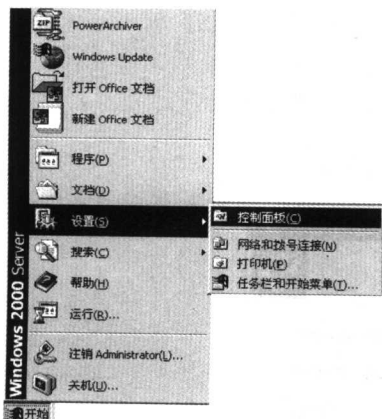
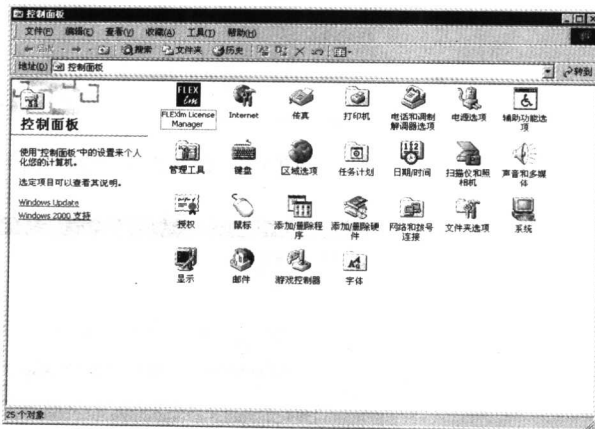
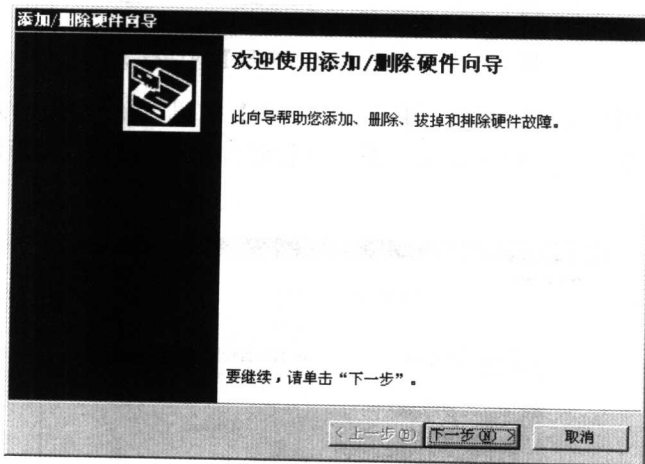

图 1.1 选择控制面板选项
图 1.2 控制面板窗口
图 1.3 【添加/删除硬件向导】对话框 1
- (1) 选择【开始】|【设置】|【控制面板】命令，如图 1.1 所示，弹出【控制面板】窗口，如图 1.2 所示。在该窗口中可以进行硬件的添加/删除、系统的设置等工作。
- (2) 在图 1.2 中双击【添加/删除硬件】图标，弹出如图 1.3 所示的【添加/删除硬件向导】对话框。该对话框提示用户将进行硬件的添加/删除工作。